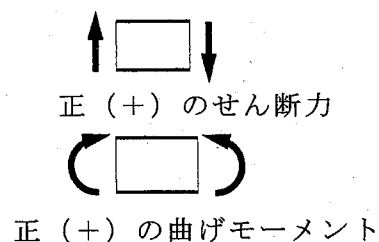

図4
- (1) 点A、Cにおいて、はりが支点から受ける力 R_A 、 R_C を求めよ。力は上向きを正(+)とする。
- (2) ABCの部分について、せん断力図と曲げモーメント図を描け。これらの図中には、点ABCそれぞれの位置におけるせん断力および曲げモーメントの値を記入せよ。この場合、せん断力と曲げモーメントを式の形で示す必要はない。なお、せん断力、曲げモーメントの正(+)の方向は、図4のように定義する。
- (3) 曲げモーメントの絶対値が最大になる位置を求めよ。位置は、点Aからの距離 x で示せ。